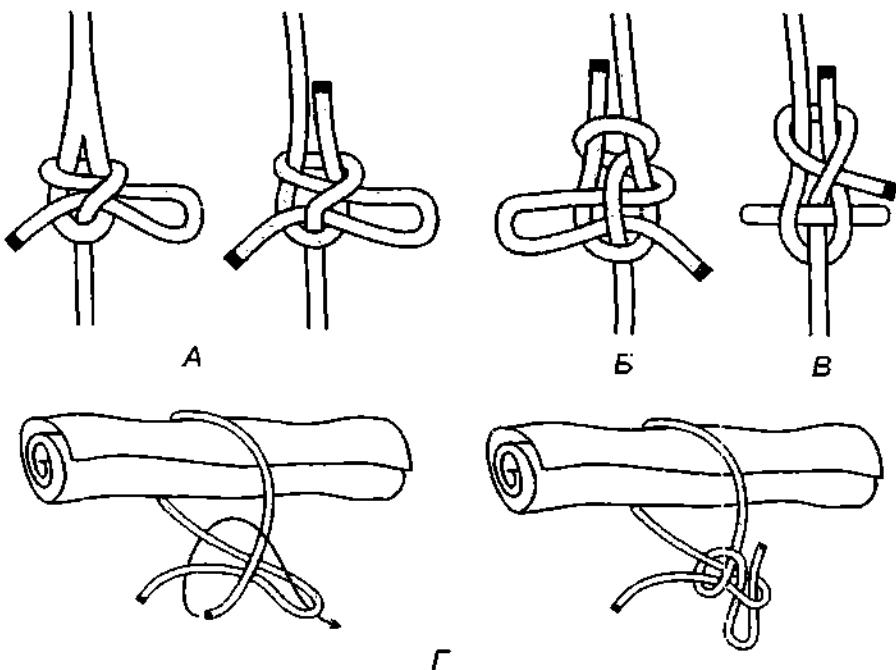

Рис. 876. Быстро развязывающиеся шкотовые узлы.
**Шкотовым узлом** можно связать два конца порванвшейся бельевой верёвки, коренные концы у которой закреплены и поэтому нет возможности завязать другой узел, или верёвки, у одной из которых очень короткий конец. **Шкотовым узлом** удобно связывать тюки, мешки и свёртки (рис. 876 Г). Особенno полезным в некоторых случаях может стать **быстроразвязывающийся шкотовый узел**, который в любой момент может быть развязан даже под нагрузкой (рис. 876 А). **Быстроразвязывающийся шкотовый узел** может
быть завязан с петелькой (рис. 876 А, Б) или с клевантом (рис. 876 В), он может пригодиться при установке тента или палатки.